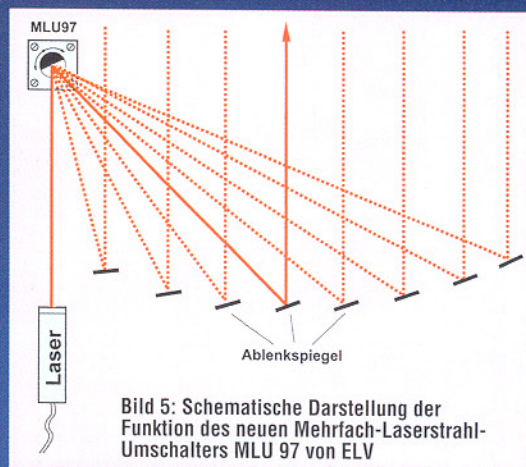

Bild 5: Schematische Darstellung der Funktion des neuen Mehrfach-Laserstrahl-Umschalters MLU 97 von ELV
3. Ablenkspiegel, aufgebaut auf Spiegelhalter mit Haltewinkel (Bild 4). Einsatz z. B. gemäß Bild 5.